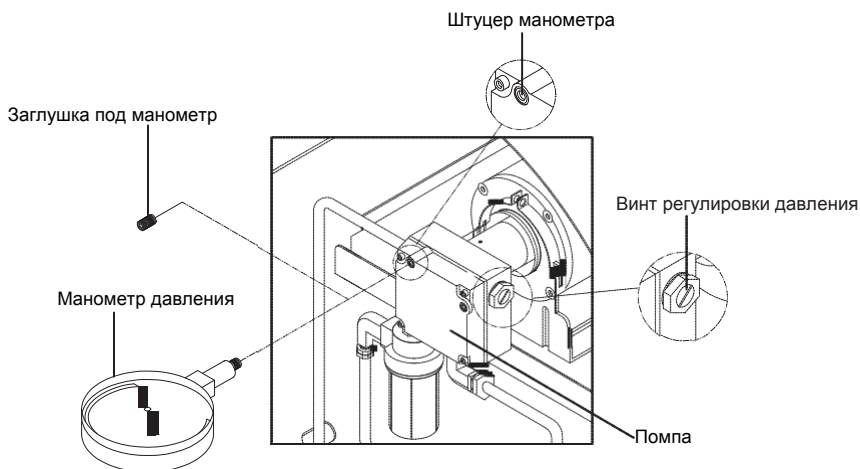

Рис. 15. Регулировка давления помпы
- Вставьте манометр давления в штуцер. (См. Рис. 15)